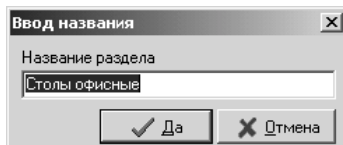

Рис. 12.2. Окно “Название раздела базы моделей”.
- *Добавить новый раздел.* Добавление нового раздела базы моделей (см. рис. 12.2).
- *Изменить название раздела.* Изменение названия выделенного раздела базы моделей (см. рис. 12.2).